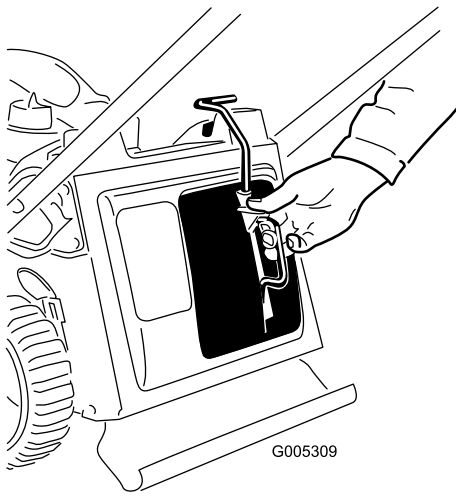

Figura 27
1. Retire el tapón de mulching (Figura 27).